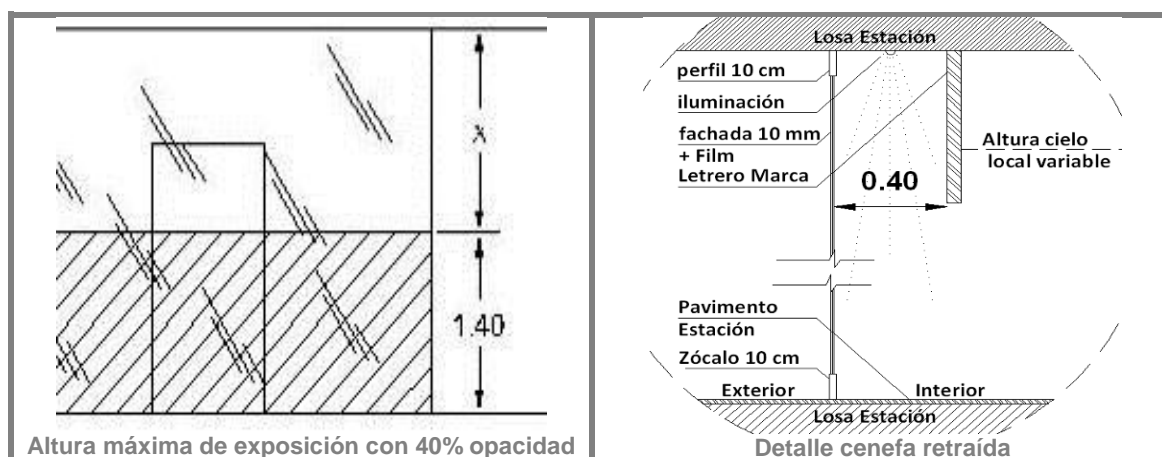

Fig. 2 Detalle de fachadas
- Se permite un 40% de opacidad en la fachada, hasta una altura máxima de 1,40 mts. desde el nivel piso terminado de la estación, esta opacidad se aprobará según la disposición interior del espacio comercial y exclusivamente para la instalación de muebles de exhibición y/o gráfica, estos deben ser autorizados por Metro. [fig.2]
- El espesor variable según necesidades del proyecto. [fig.2]